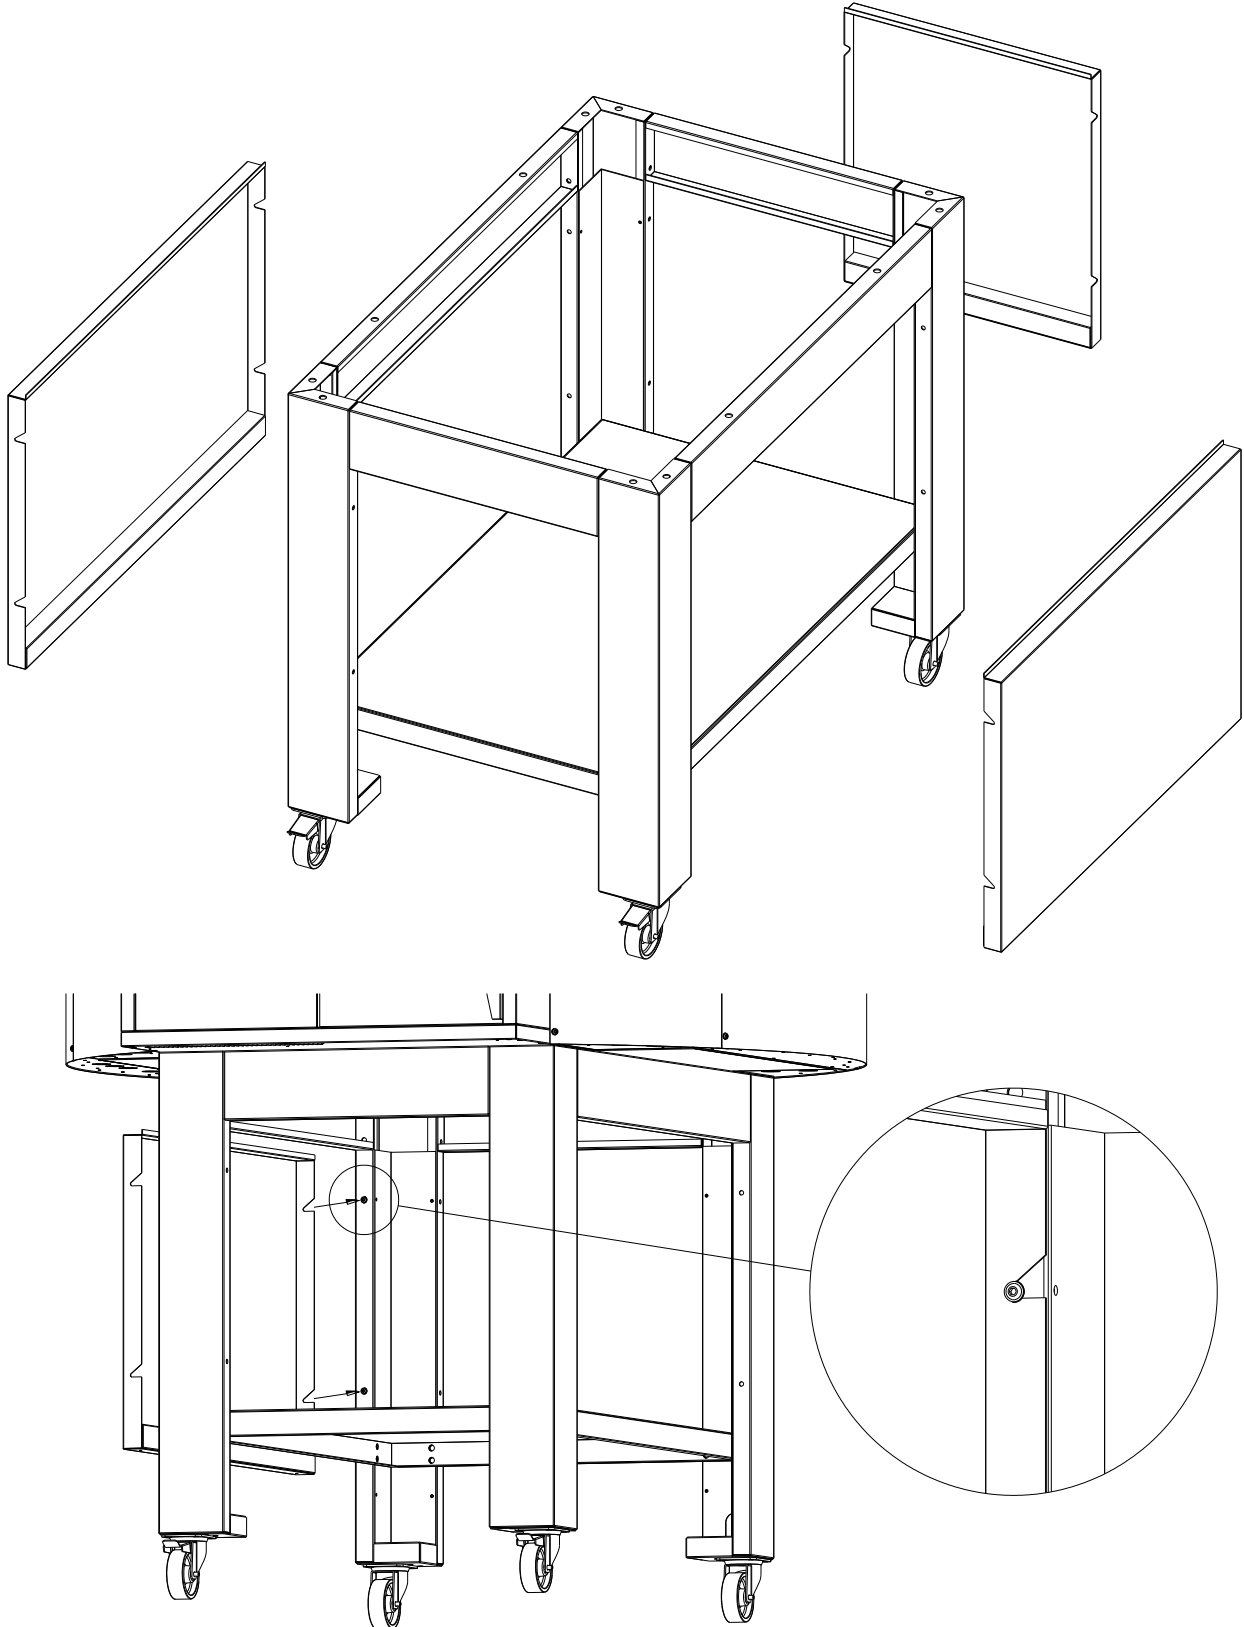

Fig.2
- 2- Séparer le module de la base en dévissant les vis de fixation présentes sur la partie inférieure (Fig.2).
- 2- Positionner le panneau latéral gauche et le positionner sur les jambes dans les espaces appropriés puis le visser (Fig.2). Effectuer les mêmes opérations pour le panneau latéral droit et celui postérieur.
- Insérer le réfractaire latéral gauche A sur le châssis B, la superficie plane dirigée vers l'intérieur de la chambre (Fig.2).
- Insérer le réfractaire latéral droit C sur le châssis D, la superficie plane dirigée vers l'intérieur de la chambre et l'encoche dirigée vers le haut en le faisant coïncider avec le trou sur le châssis pour permettre le passage de la sonde (Fig.2).
- Insérer les réfractaires postérieurs E dans les châssis, la superficie plane dirigée vers l'intérieur de la chambre (Fig.2).